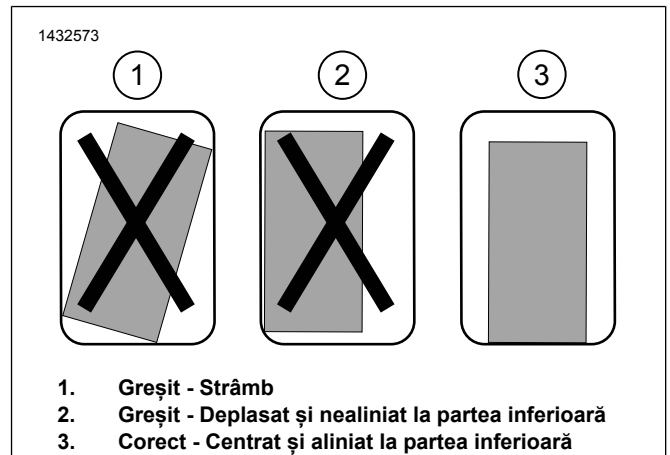

Figura 11. Montarea suportului
- A se vedea figura 11. Verificați potrivirea suportului de montare. Suportul trebuie să fie drept, centrat pe desagă și cât mai aproape posibil de partea inferioară a acesteia.
- A se vedea figura 11. Verificați potrivirea pentru amplasarea finală asigurându-vă că suportul este drept, centrat pe desagă și cât mai aproape posibil de partea inferioară a acesteia.